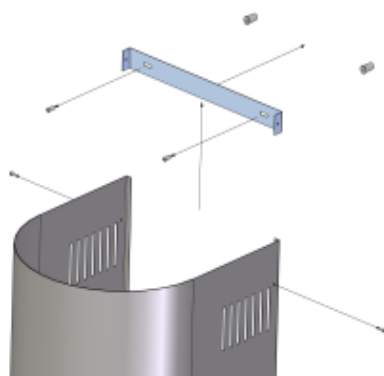

Рис. 3
3. Приложите корпус вытяжки к стене, сохраняя минимальное расстояние А (60 см для электрических и 65 см для газовых плит) между нижним краем вытяжки и поверхностью для приготовления пищи на плите (рис. 3).
6. Выдвиньте верхний короб (3) и соедините с помощью шурупов (7) с кронштейном (4) (рис. 3).